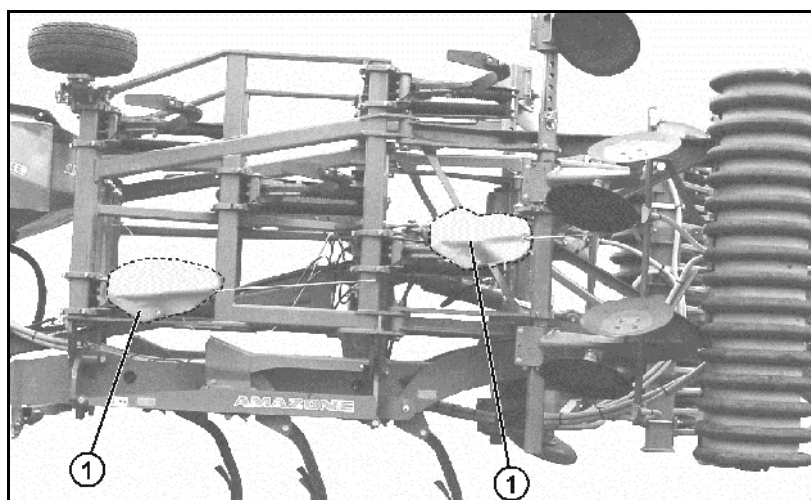

Fig. 45
3. Bring beskyttelsespresenningerne til de nederste forreste tænder i parkeringsstilling (Fig. 45).